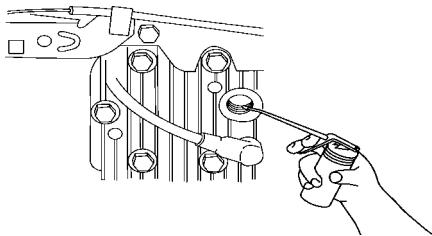

Figure 32
2. Au moyen d'une burette, injectez environ une cuillère à soupe d'huile dans le trou de la bougie (Fig. 32).